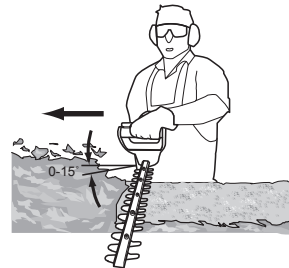

Fig. 6
7. Una vez cortados los laterales, proceda a la parte superior. Intente mantener el dispositivo de corte en un ángulo de aproximadamente  $15^\circ$  con respecto a la superficie de corte (Fig. 6).